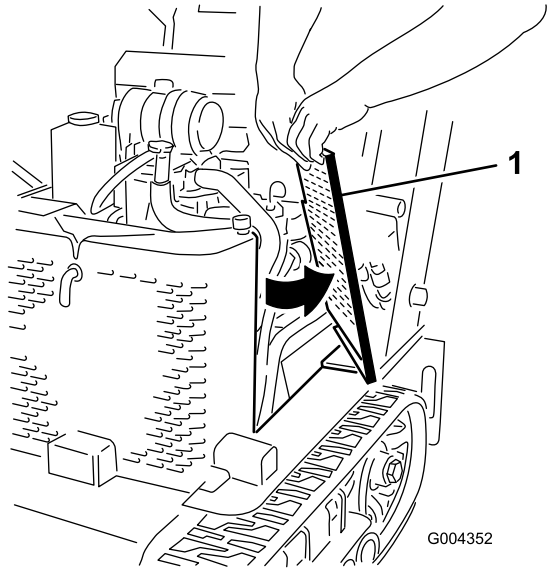

Bild 30
2. Schieben Sie die Seitengitter (Bild 30) nach oben und aus den Schlitzten im vorderen Gitter und im Rahmen.